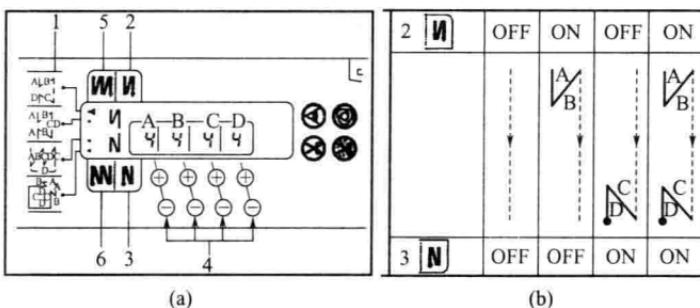

图 1-4 电脑控制板倒缝图案设置
(1) 显示针数和倒缝的状态 如图 1-4 所示, 按下倒缝图案按钮 1, 选择倒缝图案之后, 设定的针数和倒缝的状态便被显示出来。但是显示出来的并不一定是实际缝纫时需要的针数。
(2) 选择实际缝纫时需要的针数 可通过标号 4 的 A~D 的各段针数设定开关的“+”或“-”进行变更, 各段针数的变更范围为 1~19 针。
(3) 缝制设定的缝制图案 使用开始自动倒缝和结束自动倒缝的“ON/OFF”组合, 便可以进行设定缝制图案的缝制。图 1-4(b)为开始、结束自动倒缝“ON/OFF”4 种不同组合形成的不同缝制图案。这 4 种组合形式分别为: 开始与结束都不倒缝、开始倒缝/结束不倒缝、开始不倒缝/结束倒缝、开始与结束都倒缝。若使用开始和结束不同的倒缝形式组合, 还可以在上述 4 种基础上进行各种倒缝图案的设定。